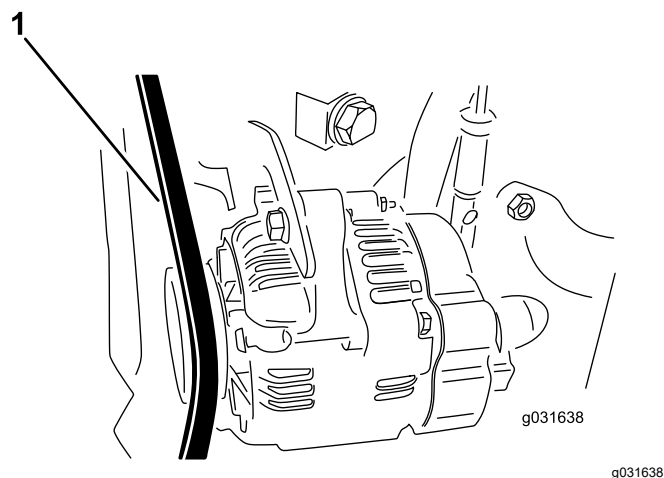

図 61
2. ベルト中央 (オルタネータとクランクシャフトプーリの間) を30N・m22in-lbの力で押して点検する 図 61。